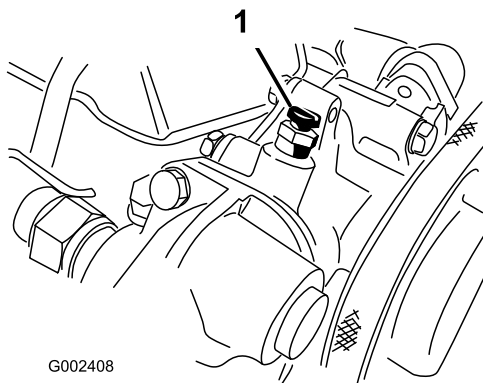

Рисунок 65
6. Откройте продувочный винт наверху водяного насоса (Рисунок 65).